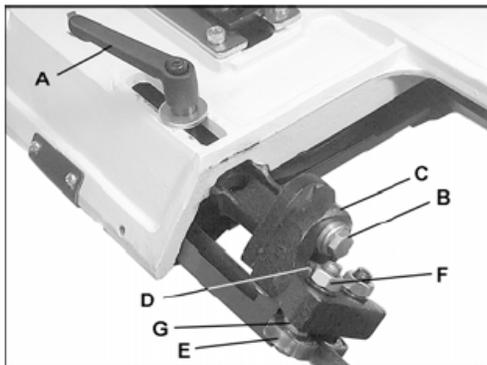

Рис.9
Открутите винт (В, Рис.9) и отрегулируйте блок (С) с опорным подшипником (D) на расстоянии приблизительно 0,1 мм от полотна пилы.